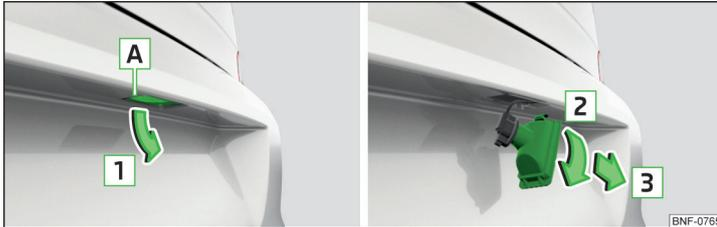

Abb. 147 Kennzeichenleuchte herausnehmen
- › Einen Schlitzschraubendreher in den Spalt im Bereich **A** » Abb. 147 einführen und die Leuchte in Pfeilrichtung **1** lösen.